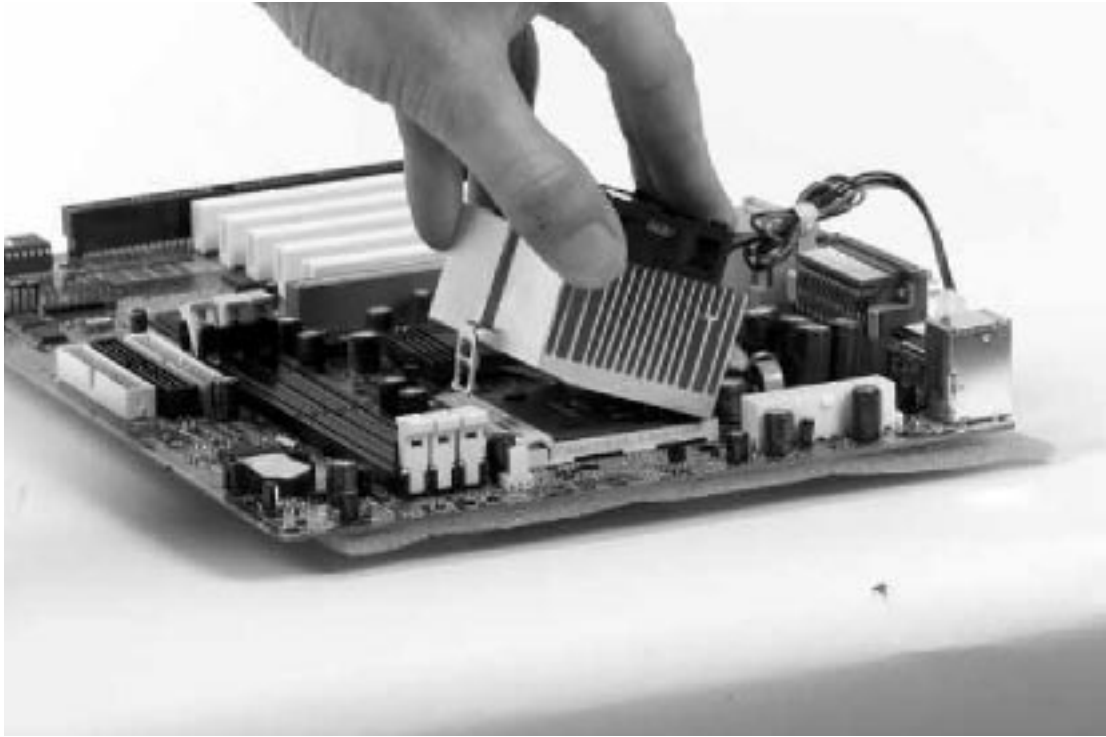

Figura 10. Esta es la **FORMA INCORRECTA** de instalar un disipador de calor en el Procesador AMD Socket A.
10. La figura 10 muestra la forma **INCORRECTA** de instalar el disipador de calor. No incline o presione el disipador de calor sobre el procesador, ya que este puede terminar rompiéndose. En su lugar, instale el disipador de calor de forma suave, con la parte inferior casi en paralelo con la superficie externa del procesador. Una vez instalado de forma correcta, el disipador de calor se apoyará sobre las cuatro almohadillas de goma. Este solamente entrará en contacto con el procesador después de instalar completamente el clip de sujeción.